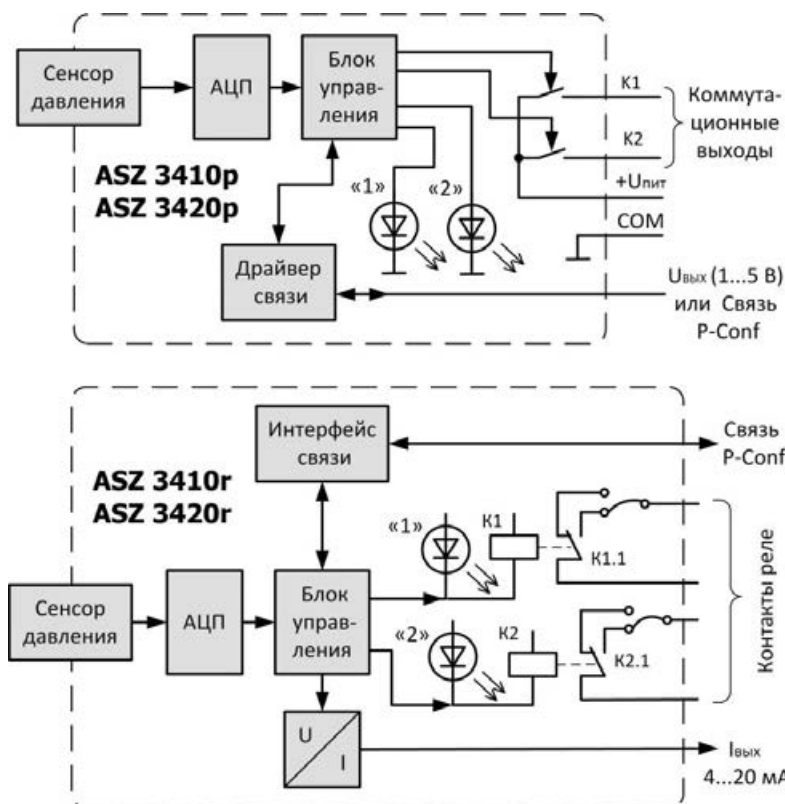

Рисунок 1 – Структурные схемы изделий
3.1 Принцип действия изделий поясняют структурные схемы, рисунок 1.